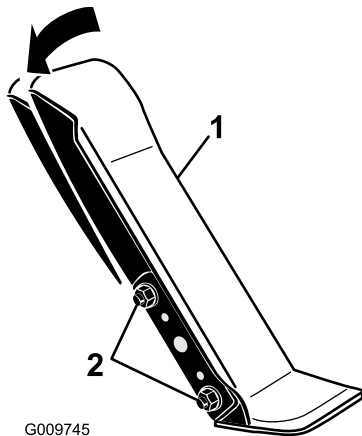

Figura 90
1. Desaperte as duas porcas e parafusos que fixam o lado esquerdo do pedal de tração ao suporte (Figura 90).
2. Rode o pedal para o ângulo de funcionamento pretendido e apertar as porcas (Figura 90).